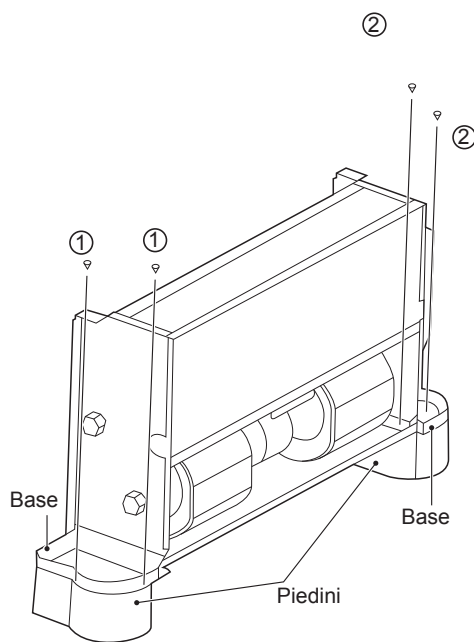

Figura 5-3
I piedini illustrati in Figura 5-3 sono opzionali e sono acquistabili separatamente. Per installarli, procedere come segue:
2. Posizionare i fori di montaggio sulla base dell'unità in modo che combacino con lo spillo di posizionamento del piedino e inserire le viti ①\*2 e ②\*2 per fissare i piedini come illustrato in Figura 5-3.